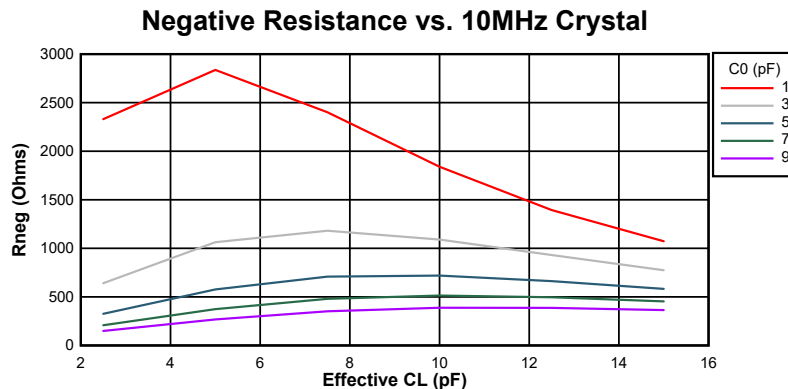
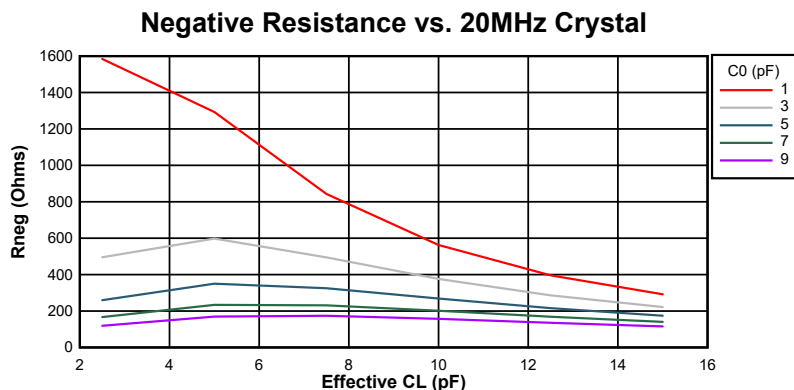

図 6-16. 10MHz 時の負性抵抗変動
図 6-17. 20MHz 時の負性抵抗変動
図 6-16 および 図 6-17 に、このデバイスの負性抵抗と水晶振動子の間の関係の変動を示します。グラフからわかるように、水晶振動子の並列容量 (C0) と実効負荷容量 (CL) は電気発振回路の負性抵抗に大きな影響を及ぼします。これらは代表的なグラフであるため、設計上考慮すべき最小値および最大値については、表 6-5 を参照してください。